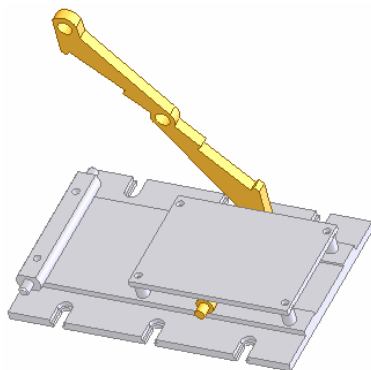

图 12-57 配合后的图形
⑬ 设置视图方向。单击“视图”工具栏中的“旋转视图”图标，将视图以合适的方向显示，结果如图 12-57 所示。